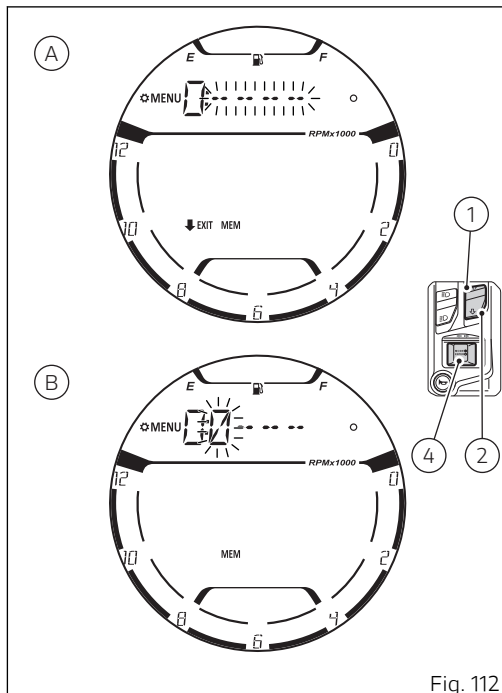

Fig. 112
- Si el código PIN no es correcto, el salpicadero visualiza durante 2 segundos la indicación "ERROR" parpadeante y sucesivamente vuelve a evidenciar la línea de cuatro puntos " - - - - " relativos al PIN para permitir un nuevo intento de introducción del (A, Fig. 112).